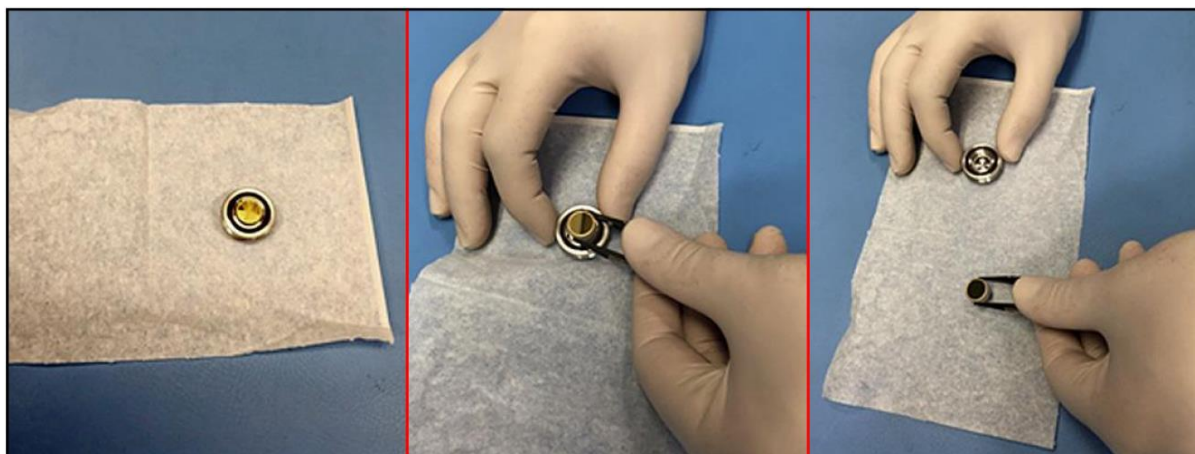

図 55：ミラーアセンブリの検査
8. 抜き出したミラーアセンブリを清潔なレンズ用紙の上に静かに置きます。先端がプラスチックのピンセットを使用して、エンドキャップから直径約 1.3 cm のミラーを静かに取り出します。エンドキャップアセンブリ内の 2 つの O リングに触れない／強く押さない／切り目を入れないように注意します（下の図 55 を参照）。